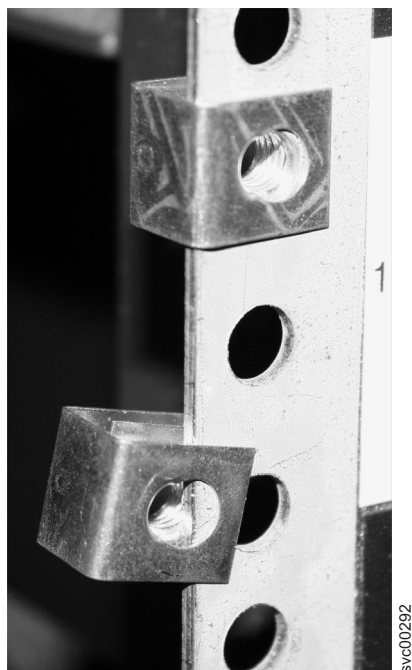

図5. クリップの位置決め
2. 15 ページの図5 に示すように、4 個の「C」クリップを、ラックのマウント・バーで位置決めします。